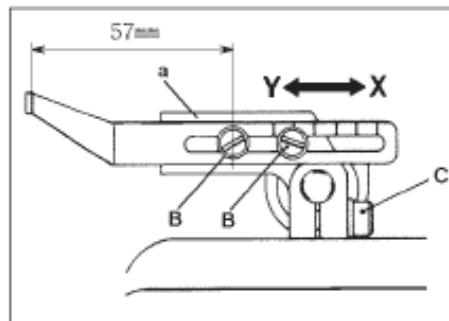

Fig. 18
There should be 57 mm to Needle Thread Take-Up Eyelet (A) from the center of Screw (B) when Needle Bar is at the highest position and also the portion (a) of Needle Thread Take-Up Bracket is horizontal.(Fig. 18)
cuando la Barra de la Aguja esté en su posición más alta y también la porción (a) del Soporte de Tira hilos de la Aguja es horizontal.(Fig. 18) Ésta es la posición normal del ojete (A)
* Para ajustar la posición del ojete del Tira hilos de la Aguja, afloje el tornillo (C) y haga la porción (a) del soporte del Tira hilos horizontal cuando la Barra de la Aguja esté en la